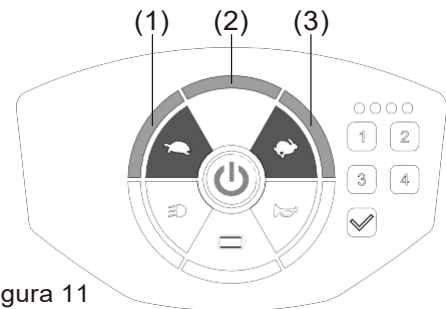

Figura 11
- Hay 3 ajustes de velocidad diferentes de mayor a menor 3 > 2 > 1. (Figura 11)